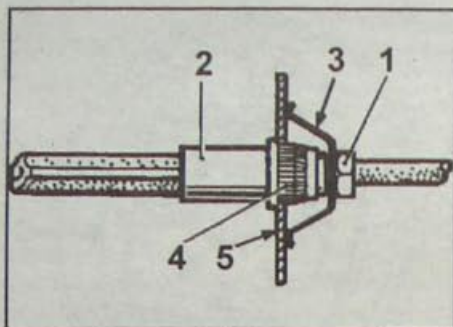

Рис. 12.27. Элементы соединения тормозного шланга:
- Трубным ключом отверните накидную гайку (1, рис. 12.27) тормозного трубопровода с наконечника тормозного шланга, пока пружина (3) не разгрузится настолько, что можно будет извлечь шланг из шлицевого отверстия (4).